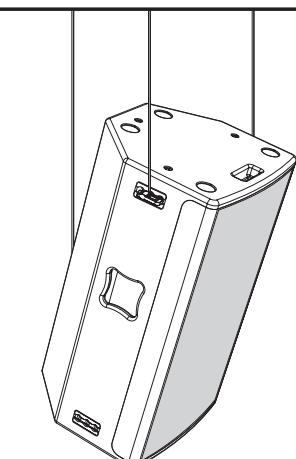

Рис.8
- Вертикальный подвес (рис.8).